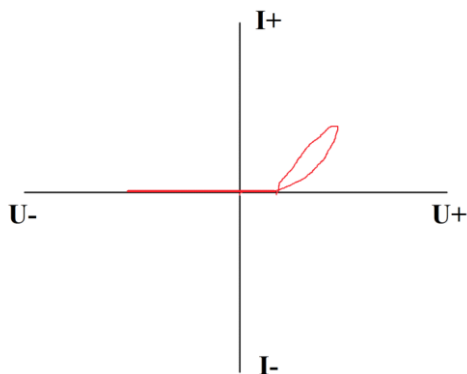

Рисунок 42. Соединение конденсатора и диода.
- Соединение конденсатора и диода (Рисунок 42):